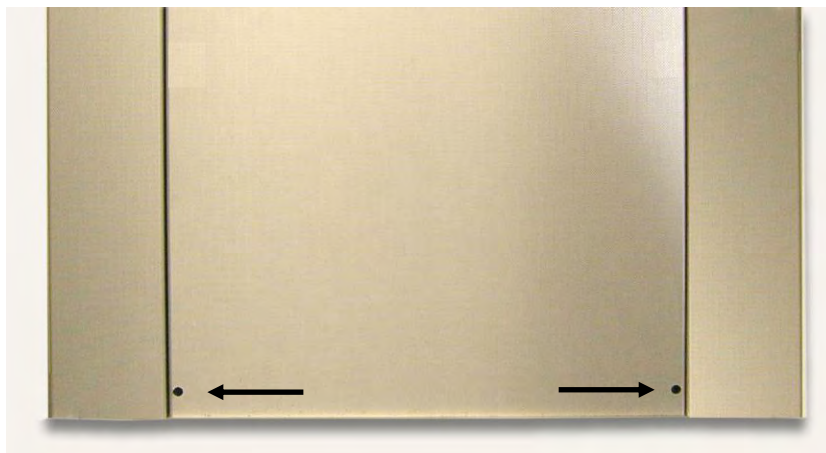

Abb. 9.5.1. Position der 2 Zylinderschrauben mit Innensechskant
1. Lösen Sie die 2 Zylinderschrauben mit Innensechskant (siehe Bild 9.5.1.)